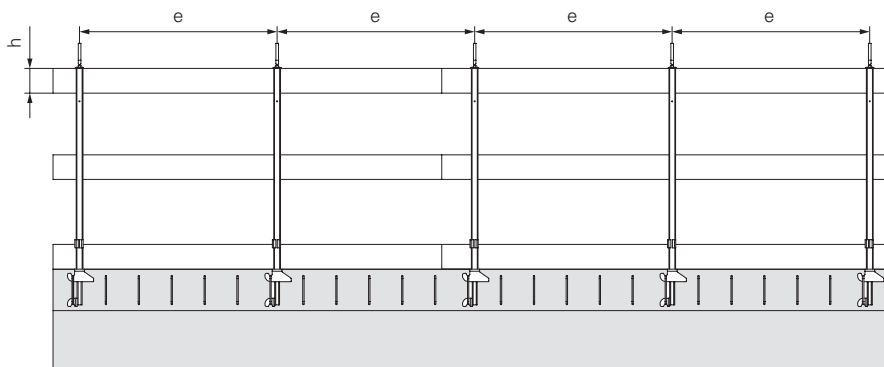

Fig. A2.04
* I valori sono validi solo se sono rispettate le condizioni vincolanti riportate in Tab. A2.02 e in Fig. A2.04